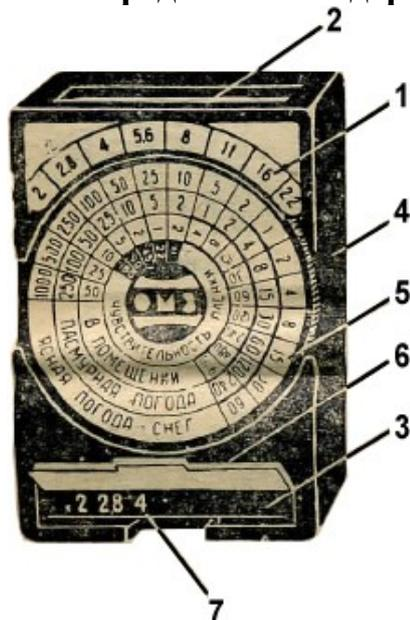

Рис. 1
Экспонометр представляет собой пластмассовый корпус (4, рис. 1), одна из узких сторон которого имеет окно закрытое матовым стеклом (2). Свет от объекта съемки попадает через матовое стекло на оптический клин и, пройдя через него, отражается зеркалом (3) вверх в глаз наблюдателя.
Допустим, что такой цифрой будет цифра «4» (7, рис. 1), тогда диск со шкалой выдержек (5) поворачивают до совмещения с цифрой «4» того сектора диска, который включает в себе светочувствительность применяемой фотопленки (нижнее кольцо диска «чувствительность пленки»). В данном случае совмещен сектор с чувствительностью 45 ед. ГОСТ'а.
В рассмотренном случае (рис. 1), при съемке в ясную погоду при диафрагме 4 выдержка будет 1/50 сек., при диафрагме 1 – 1/5 сек., при диафрагме 2,8 – 1/100 сек. и т. д.